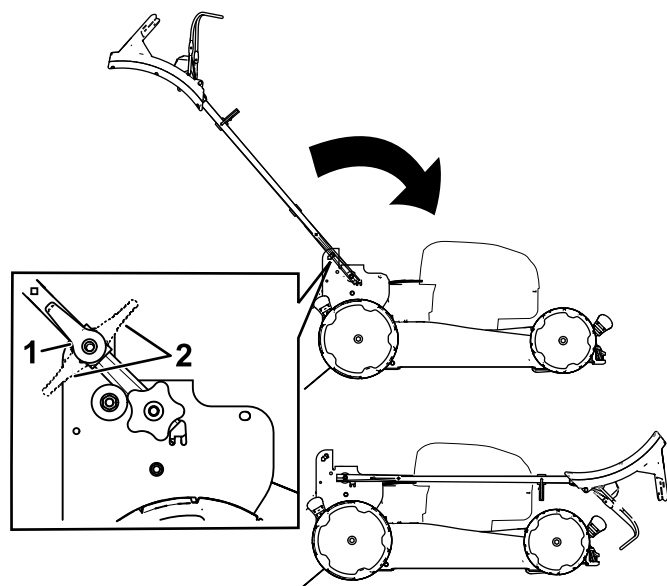

Figure 25
2. Déverrouillez le guidon (Figure 25).
3. Pliez le guidon complètement en avant (Figure 25).